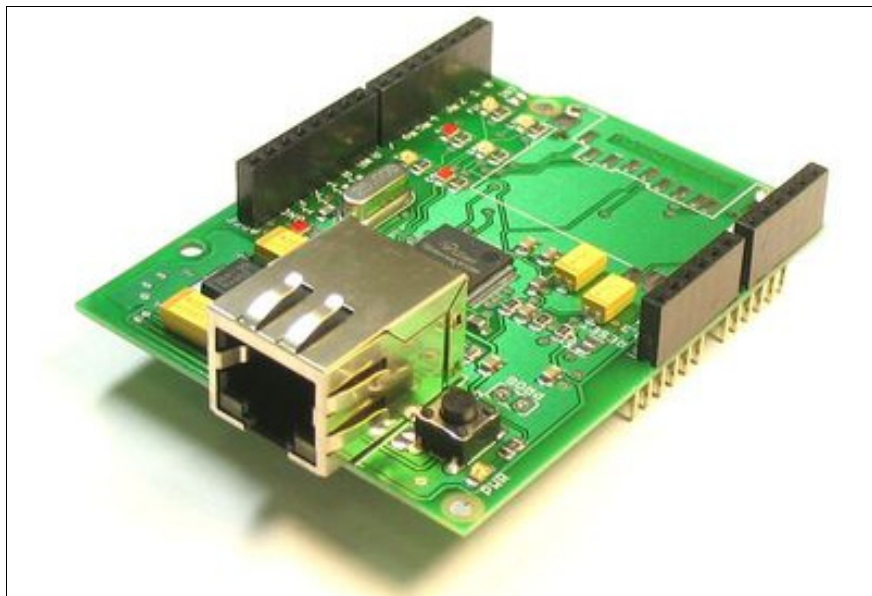

Рис. 3.2. Ethernet Shield
- **Ethernet Shield** (рис. 3.2) — обеспечивает подключение к Интернету;